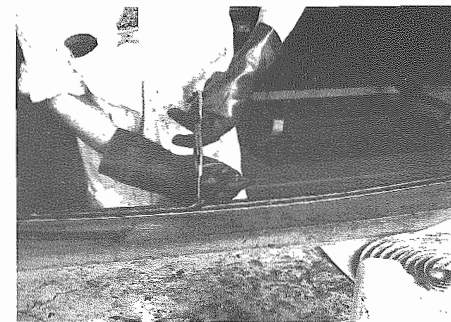

Fig. 32 - Liberare i terminali cavi di riscaldamento
- Applicarlo sulla cornice (**Figs. 29-30-31**). Rinforzare gli angoli con aggiunte di sigillante. Maneggiare il prodotto con guanti di gomma. Liberare i terminali cavi di riscaldamento (**Fig. 32**).
- Apply it on the molding (**Figs. 29-30-31**). Strengthen the corners with additional sealing. Handle the product with rubber gloves. Free heating cables terminals (**Fig. 32**).